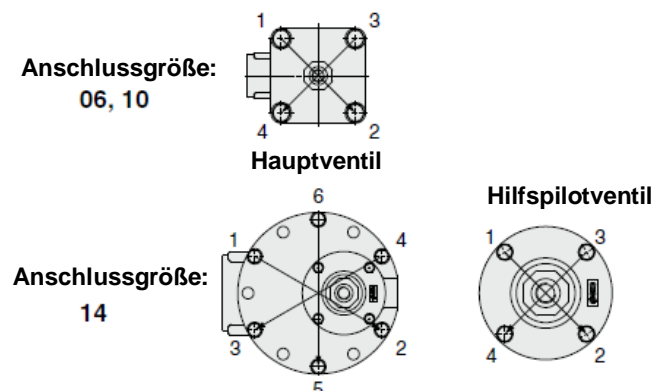

Abb.6 - Reihenfolge beim Anziehen der Sechskantschrauben
- Ziehen Sie die Sechskantschrauben diagonal fest (siehe Abb.6) und beachten Sie das entsprechende Anzugsdrehmoment in unten stehender Tabelle.